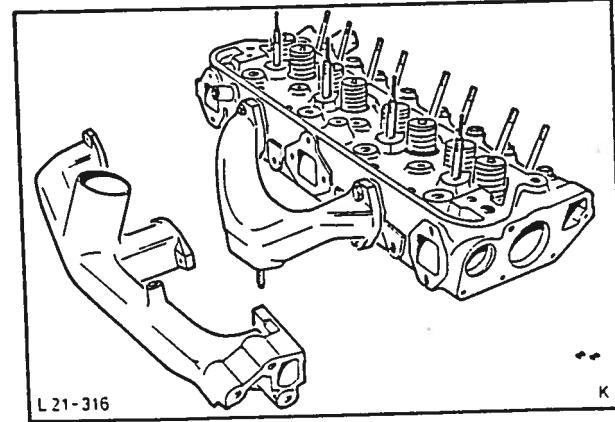

Fig. 131 Demontering av innsugningsmanifold.
1. Demonter innsugning- og eksosmanifold fra toppløkken (6 og 4 bolter), fig. 131.